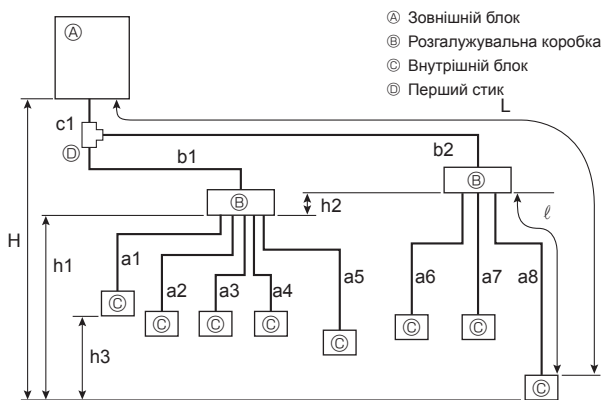

Fig. 4-2
4.2.2. Підключення з розгалужувальною коробкою (Fig. 4-2)